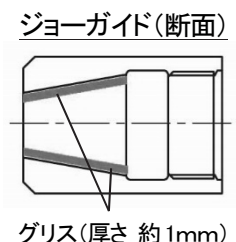

図 7-3
- 5) ジョーガイドの内側(ジョーと接する面)にグリスを十分に塗布して組み付けてください。(図 7-3 参照)
2) 組み付ける前に、先端部品の清掃・グリスアップを実施してください。(P.15 図 7-3 参照)